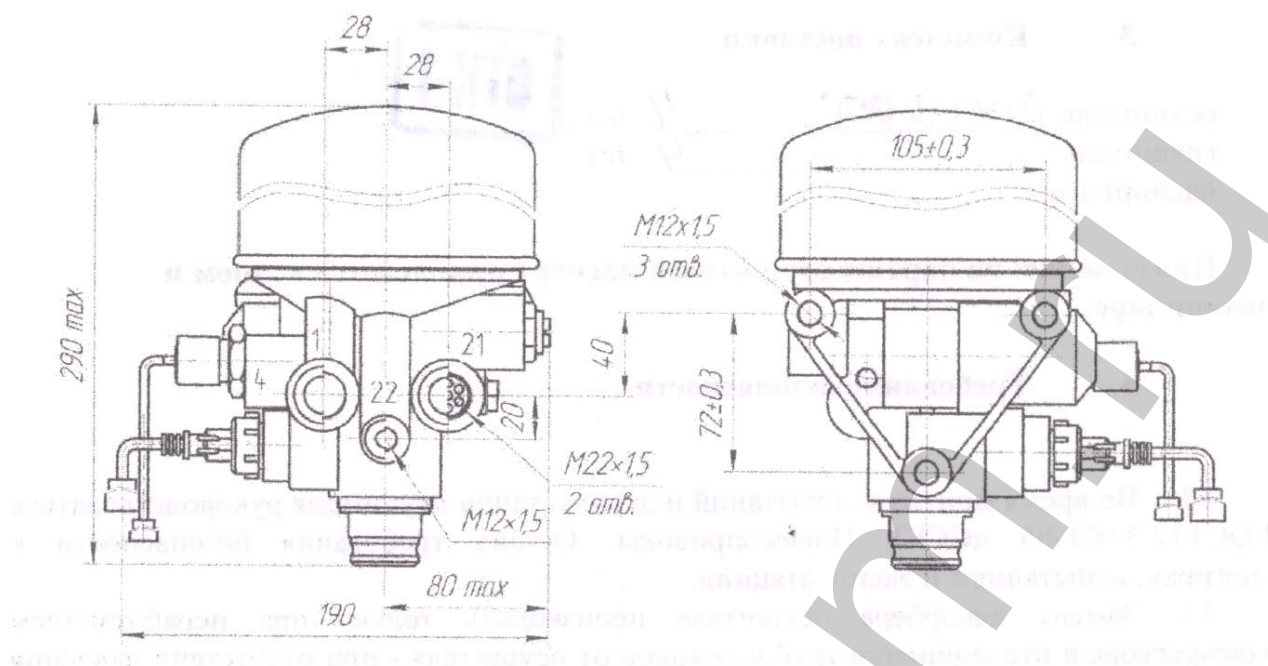

Рисунок 1 - Общий вид осушителя.
6.4 Осушитель установить и крепить вертикально адсорбером вверх (см Рис.1,2), используя три резьбовых отверстия М12х1,5, выполненные во фланце корпуса. Перед установкой изделия установить на него глушитель шума, входящий в комплект поставки (см. Рис 2 поз.5).